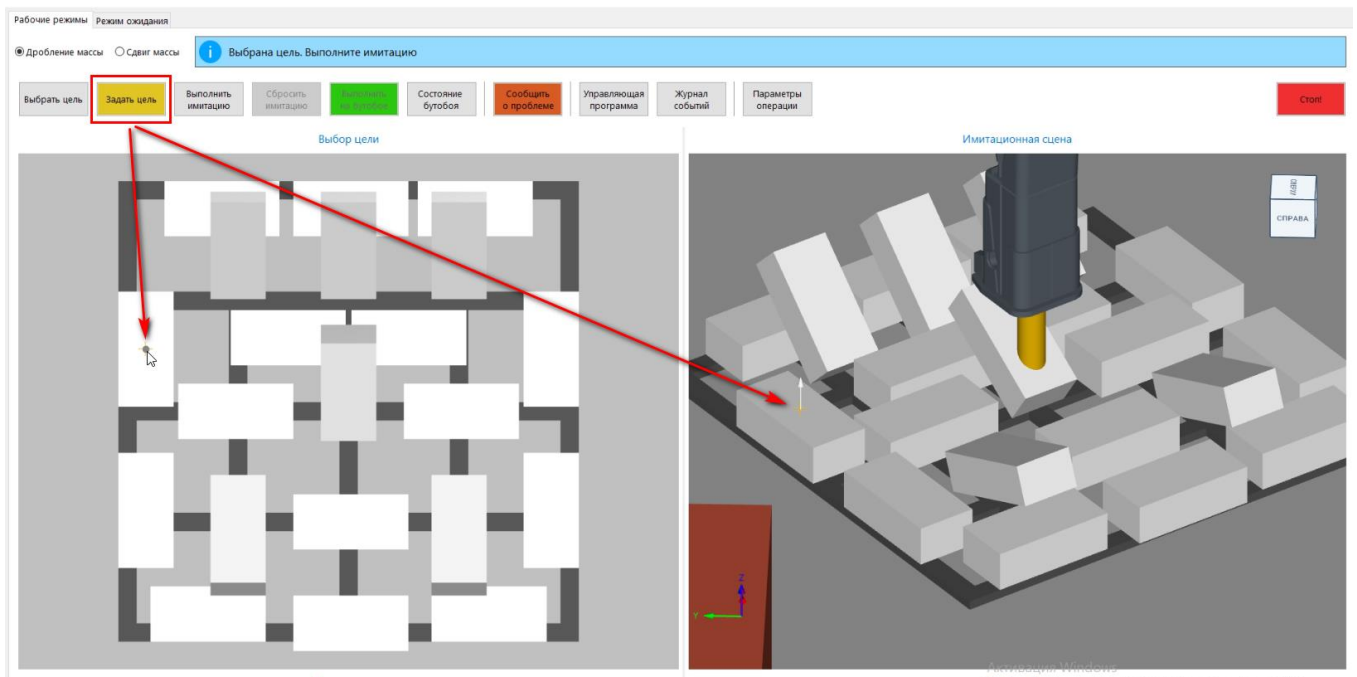

Рисунок 3. Задание цели для дробления горнорудной массы
- 3) Для задания цели – нажать кнопку-команду «Задать цели» и указать в окне выбора цели на цифровой модели горнорудной массы точку на поверхности: в данной точке построится нормаль к поверхности (рис. 3). Точка определяет, куда должна прийти пика гидромолота, а нормаль определяет угол наклона пика. При этом если пика не может быть сориентирована точно по построенной нормали из условий геометрии звеньев бутобоя, то система принятия решений автоматически рассчитывает наиболее близкое к рассматриваемой нормали положение пика;